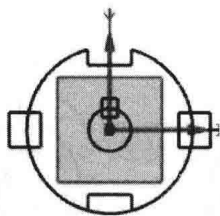

图 1.2.9 快速修剪 1
Step7. 快速修剪。单击“快速修剪”按钮, 系统弹出“快速修剪”对话框,修剪多余的线条结果如图 1.2.9 所示。